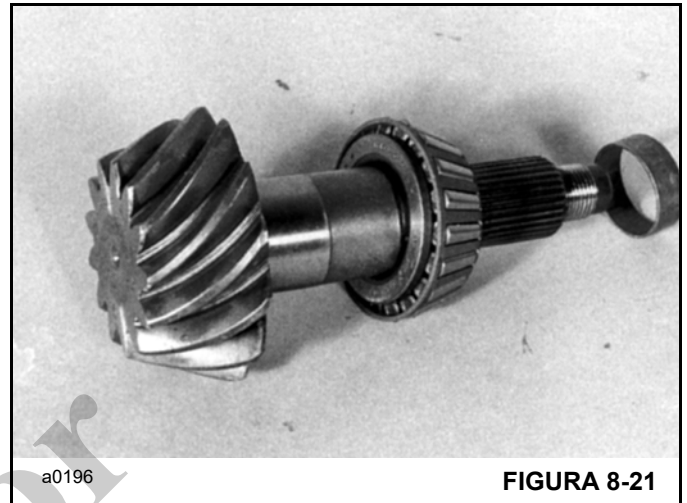

FIGURA 8-21
12. Retire y deseche el espaciador desplomable del piñón (Figura 8-21). Retire el cono de cojinete.